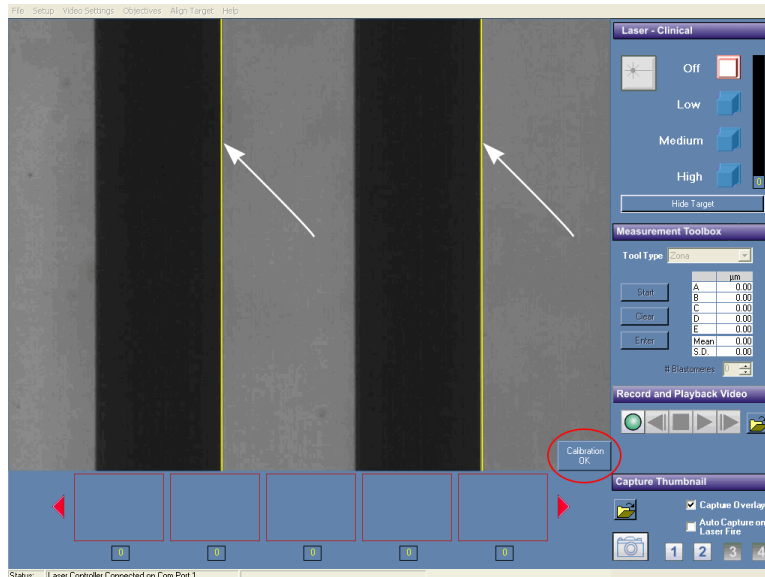

図 7-3. キャリブレーション画面
4. BEGIN CALIBRATION ボタンをクリックします。すると 2 本の黄色いキャリブレーション・ラインがライブ画像領域に表示されます (図 7-3)。